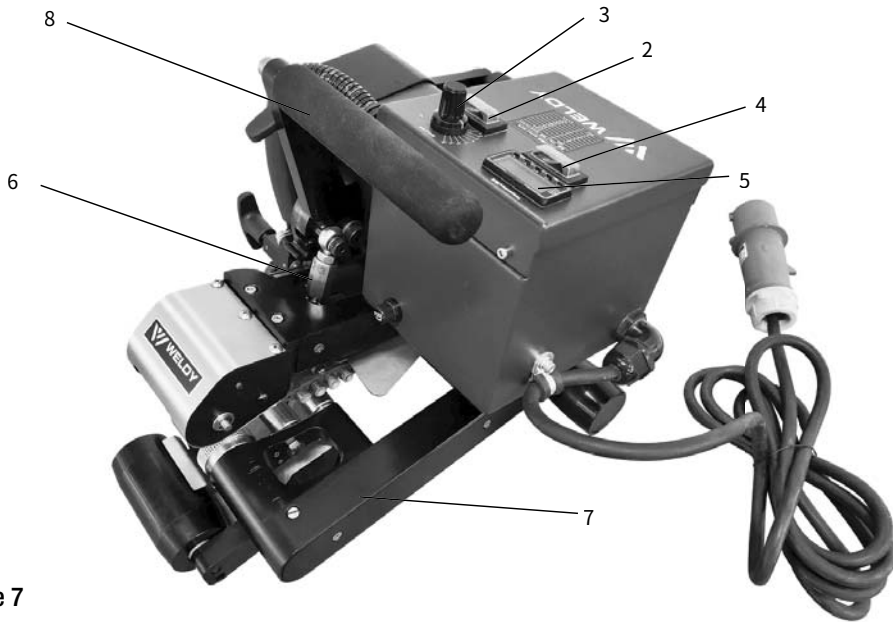

Figure 7
- With a Phillips screw driver remove lower frame chain cover (#7, Figure 7) to expose the lockdown bolt for the front lower contour roller.
- С помощью крестовой отвертки снимите крышку цепи нижней рамы (№ 7, рис. 7), чтобы открыть стопорный болт для переднего нижнего направляющего ролика.